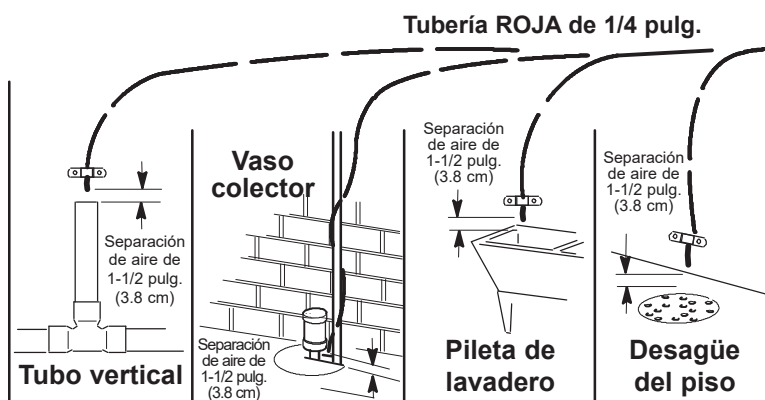

FIG. 12
Tienda la tubería de desagüe a un drenaje existente en la casa. Un desagüe de piso, pileta de lavadero, un tubo vertical, un vaso colector, etc. son drenajes aptos. Vea la Fig. 12. Este tipo de drenaje es el preferido por sobre el adaptador de desagüe del colector en P.
6. Tienda la tubería al punto de desagüe y fíjela al extremo con un soporte (no incluido). Vea la Fig. 12. Deje una separación de aire de 1 1/2 pulg. (3.8 cm) entre el extremo del tubo y el desagüe. Vea la Fig. 12.